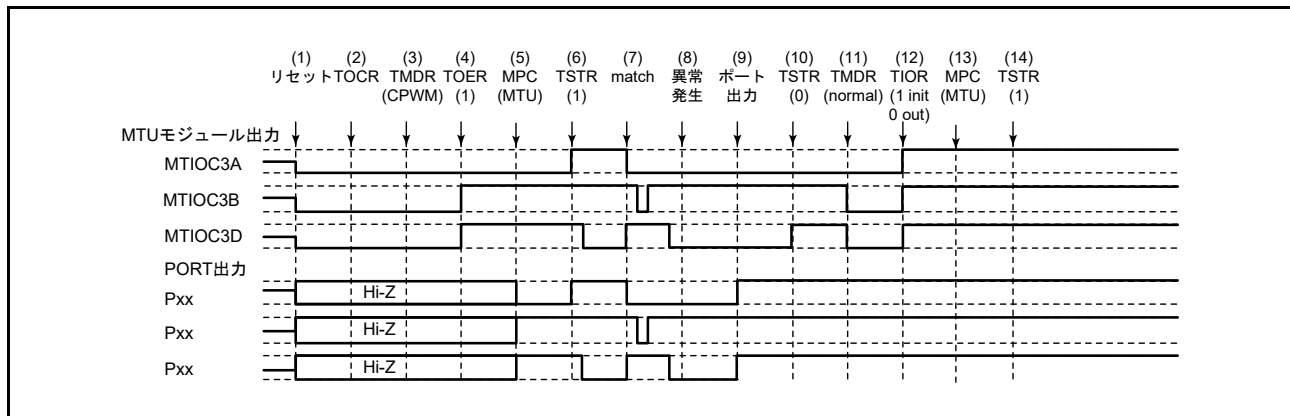

図 24.174 相補 PWM モードで異常が発生し、ノーマルモードで復帰する場合
相補 PWM モードで異常が発生し、再設定後ノーマルモードで再スタートする場合の説明図を図 24.174 に示します。
(1) ～ (10) は図 24.174 と共通です。
(11) PWM モード 1 を設定してください (MTU 出力は Low となります)。
(12) TIOR レジスタで端子を初期化してください (PWM モード 1 では MTIOCnB (MTIOCnD) 端子に波形が出力されません。出力すべきレベルがある場合は、I/O ポートのポート方向レジスタ (PDR)、ポート出力データレジスタ (PODR) で汎用出力ポートの設定をしてください)。
(13) MPC と I/O ポートのポートモードレジスタ (PMR) で MTU 出力としてください。
(14) TSTRA (TSTRB) レジスタで再スタートします。
(11) MPC と I/O ポートのポートモードレジスタ (PMR) で MTU 出力としてください。
(12) TSTRA (TSTRB) レジスタで再スタートします。
(13) コンペアマッチの発生により相補 PWM 波形を出力します。
(1) ~ (10) は図 24.174 と共通です。
(11) ノーマルモードを設定し新しい設定値を設定してください（MTU 出力は Low となります）。
(12) TOERA (TOERB) レジスタで MTU3、MTU4 (MTU6, MTU7) の出力を禁止してください。
(13) TOCR1A、TOCR2A (TOCR1B, TOCR2B) レジスタで相補 PWM モードの出力レベルと周期出力の許可 / 禁止を選択してください。
(14) 相補 PWM を設定します。
(15) TOERA (TOERB) レジスタで MTU3、MTU4 (MTU6, MTU7) の出力を許可してください。
(16) MPC と I/O ポートのポートモードレジスタ (PMR) で MTU 出力としてください。
(17) TSTRA (TSTRB) レジスタで再スタートします。
- (1) ～ (10) は図 24.174 と共通です。
- (11) ノーマルモードを設定してください (MTU 出力は Low となります)。
- (12) TOERA (TOERB) レジスタで MTU3、MTU4 (MTU6, MTU7) の出力を禁止してください。
- (13) TOCR1A、TOCR2A (TOCR1B, TOCR2B) レジスタでリセット同期 PWM モードの出力レベルと周期出力の許可 / 禁止を選択してください。
- (14) リセット同期 PWM を設定します。
- (15) TOERA (TOERB) レジスタで MTU3、MTU4 (MTU6, MTU7) の出力を許可してください。
- (16) MPC と I/O ポートのポートモードレジスタ (PMR) で MTU 出力としてください。
- (17) TSTRA (TSTRB) レジスタで再スタートします。